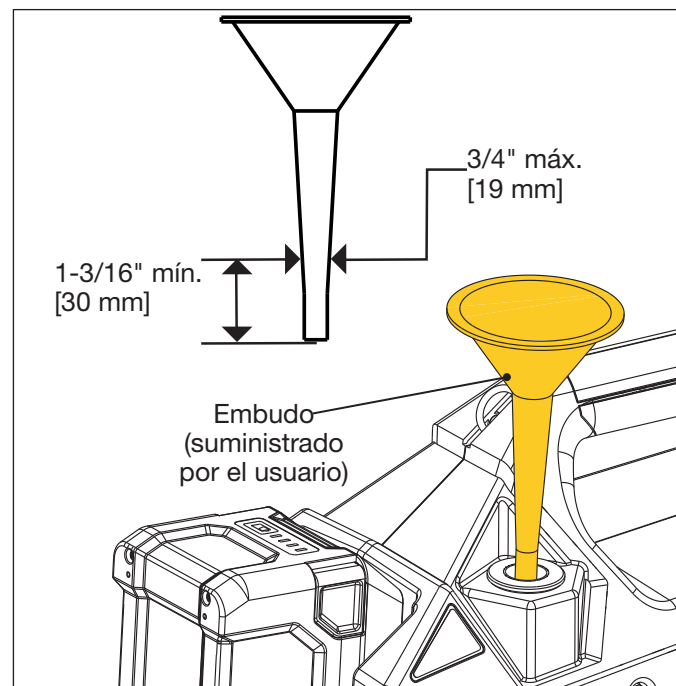

Figura 13: Añadir aceite con el embudo
4. Coloque un embudo (con un diámetro exterior máximo del vástago de 3/4" [19 mm] y una longitud mínima de 1-3/16" [30 mm]) por la abertura de llenado y dentro del tubo de llenado de aceite. Véase Figura 13.